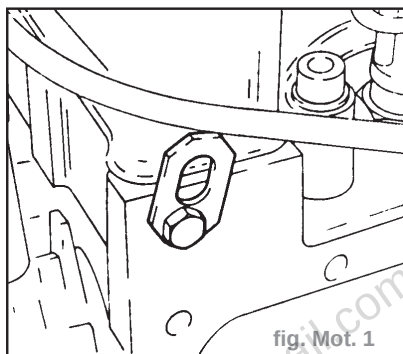

fig. Mot. 1
- Déposer les oeilletons de suspension avant et arrière du moteur pour le levage (fig. Mot. 1).